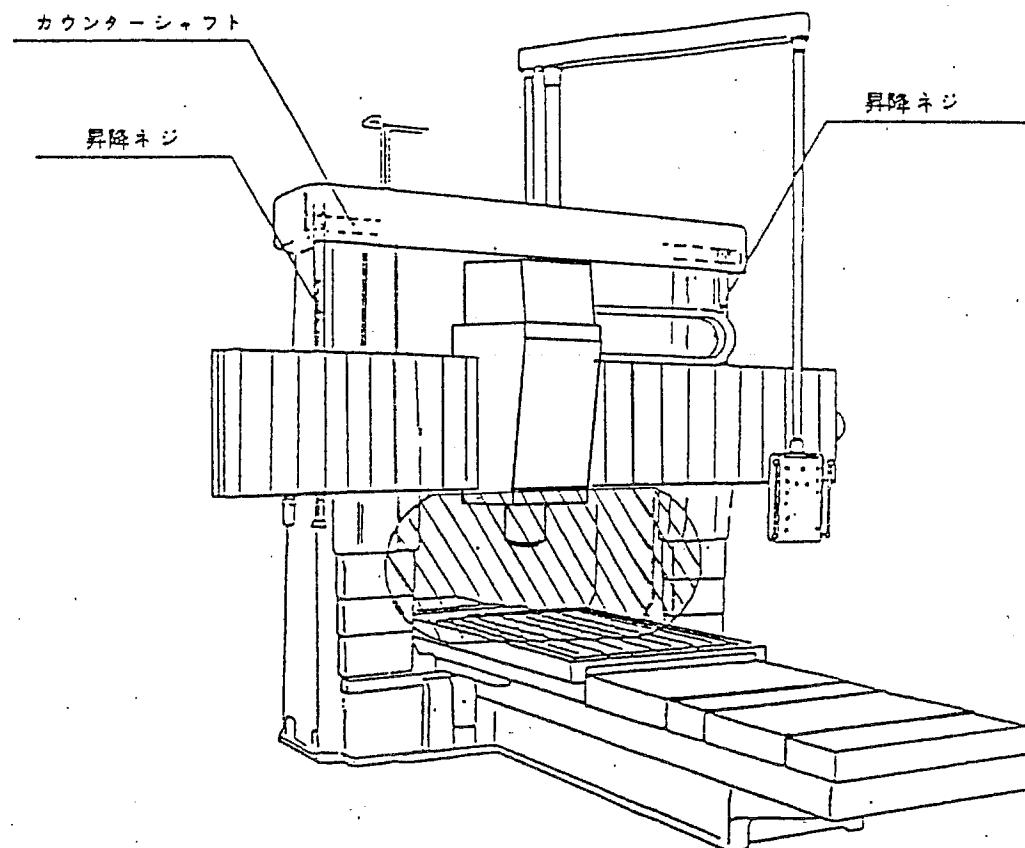

図 1
(図.1 斜線部)
(図1参照)
- (3) 横けた昇降時はトップビーム上のカウンターシャフトが回転しますので近づかないで下さい。 (図1参照)